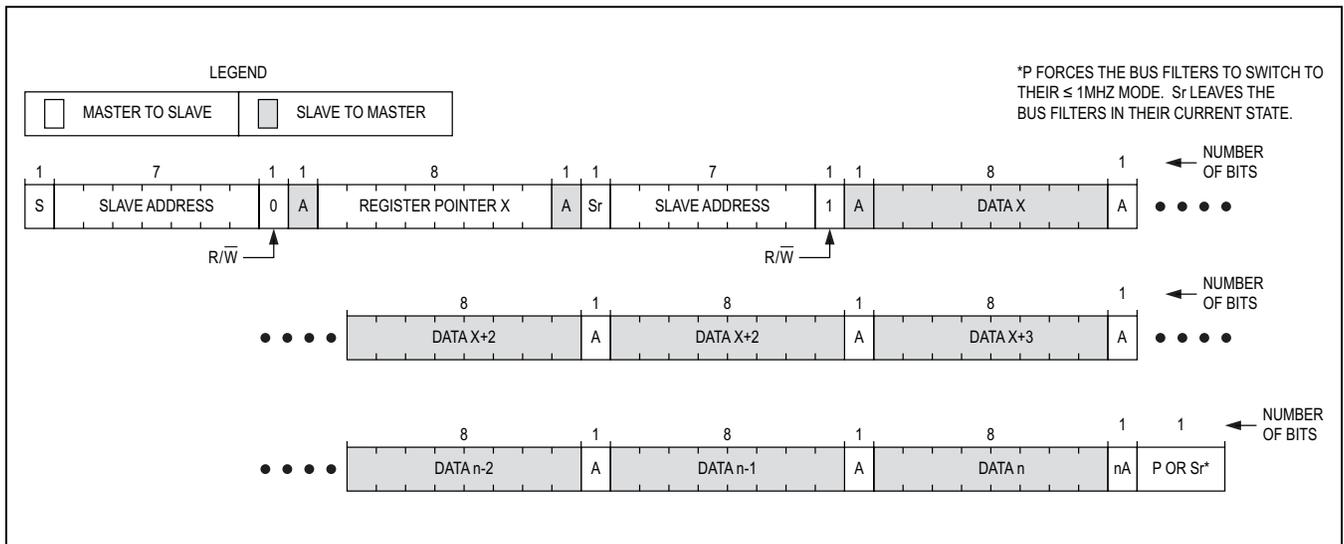

図 13. 連続するレジスタ X ~ N からの継続的な読取り
図13は、連続するレジスタから読み取る際のプロトコルを示しています。このプロトコルはバイト読取りプロトコルと似ていますが、マスターがアクノリッジを発行して、さらにデータを求めていることをスレーブに通知する点が異なります。必要なデータをすべて取得すると、マスターは非アクノリッジ(nA)とSTOP (P)を発行して転送を終了します。連続するレジスタから継続的に読み取る際のプロトコルは次のとおりです。
- 1) マスターがSTART (S)コマンドを送出します。